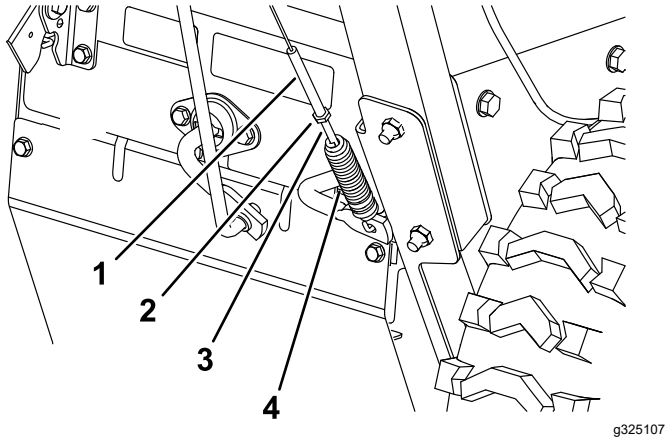
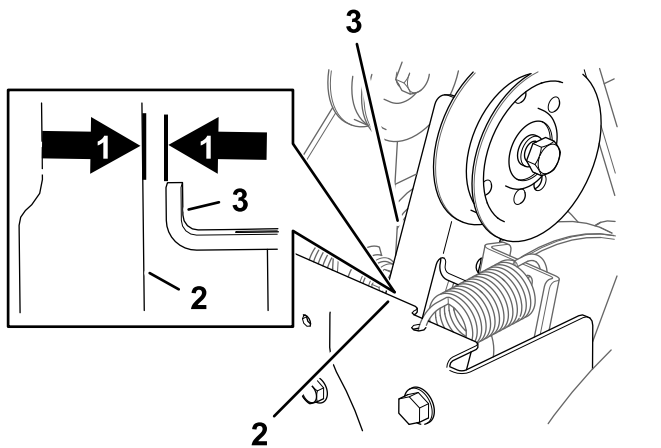

Bild 40
Bild 41
1. Lösen Sie die Klemmmutter (Bild 40).
2. Drehen Sie den Federspannungssteller, bis Sie einen Abstand von 1,5 mm zwischen dem Rahmen und dem Kehrbürstenkupplungsarm messen (Bild 40 und Bild 41).
3. Ziehen Sie die Klemmmutter an (Bild 40).